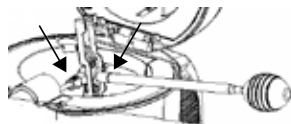

Fig.13
5. Presione lentamente la bomba para que el agua pueda circular a través del tubo elevador y del grifo (fig. 13).